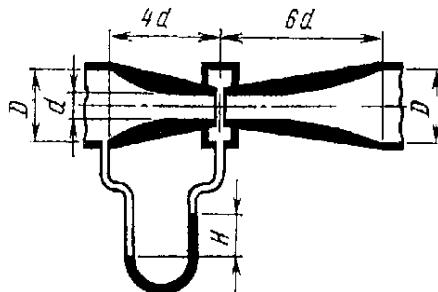

Рис. 6.5
6.16. Расход пресной воды плотностью $\rho_{\text{в}} = 1000 \text{ кг/м}^3$ в трубопроводе измеряется при помощи расходомера Вентури (рис. 6.5). Определить расход воды Q , если показание присоединенного к нему ртутного дифманометра $H = 0,5 \text{ м}$, а диаметры широкой и суженной частей расходомера $D = 0,1 \text{ м}$ и $d = 0,06 \text{ м}$. Плотность ртути $\rho_{\text{рт}} = 13550 \text{ кг/м}^3$.